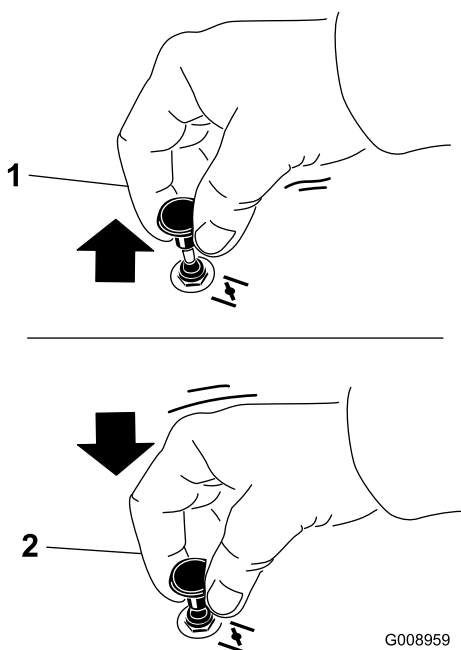

Figure 11
2. Tirez sur le bouton de starter pour engager le starter avant d'utiliser le commutateur d'allumage (Figure 11).
3. Poussez sur le bouton pour désengager le starter lorsque le moteur a démarré (Figure 11).